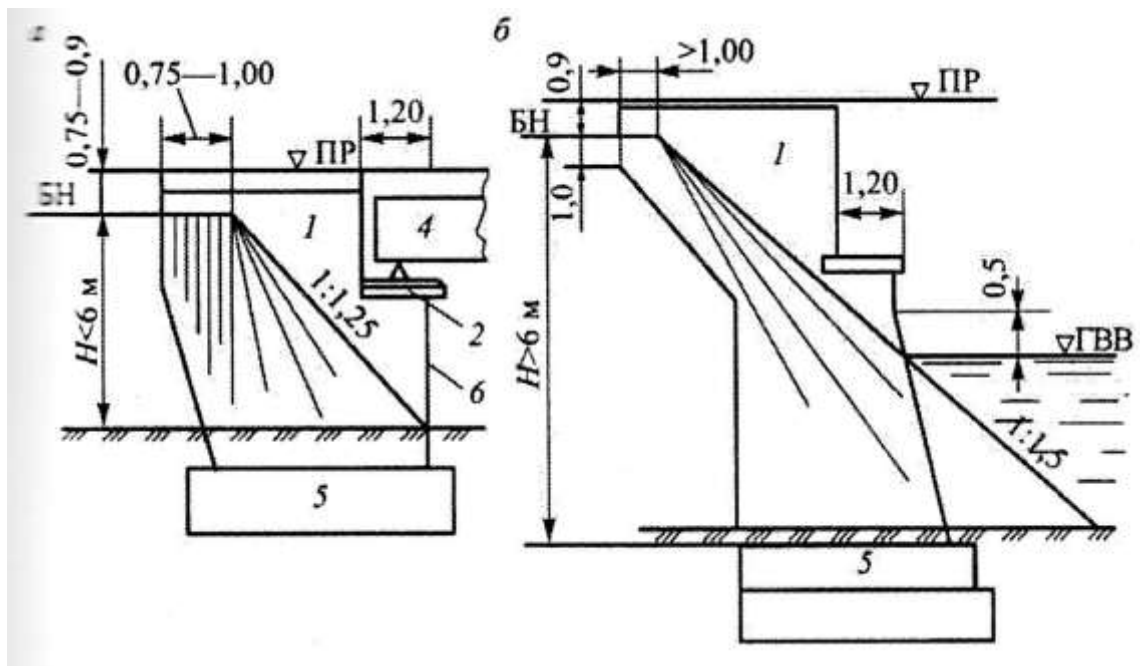

Рис. 47. Виды опор
**Текст задания:** Какие виды опор показаны на рис. 47? Перечислите их элементы и материал изготовления, назначение.